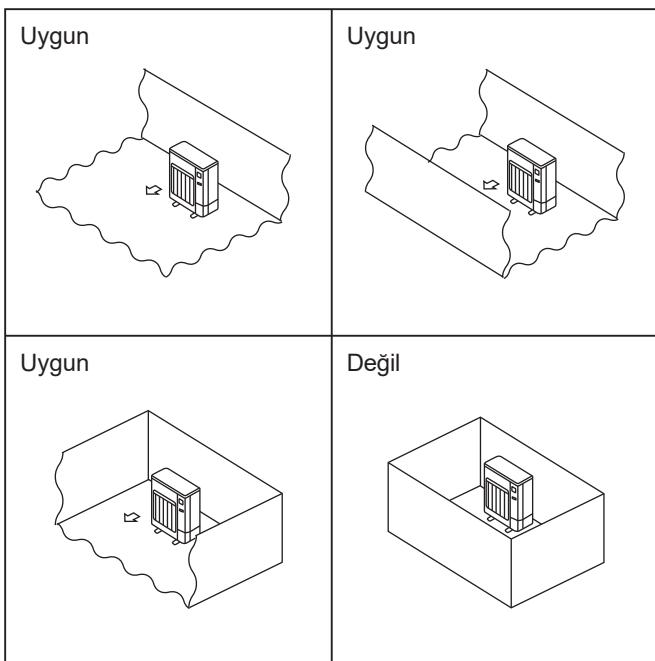

Fig. 2-2
- © Dış üniteleri, dört yanından en az bir tanesi açık olan ve çukurlar olmayan yeterince geniş bir alana yerleştirin. (Fig. 2-2)